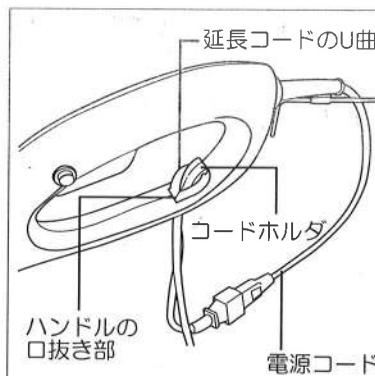

図2
- ・延長コードをUの字に折り曲げ、ハンドルの口抜き部に通してコードホルダに引っ掛けしてください。(図2参照)